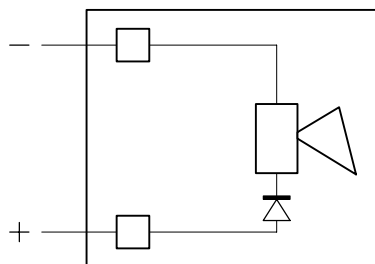

Figure 1
- présence d'une diode de protection contre les inversions de polarités, lors de l'utilisation de sirènes électroniques (Figure 1),